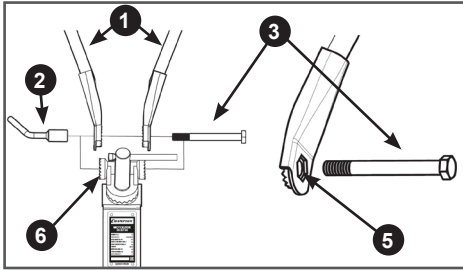

Рис. 10. Установка рабочих рукояток
8. Установите рабочие рукоятки. Для этого, установите рукоятки 1 на зубчатую стойку 4, совместите отверстия в рукоятках и стойке, вставьте в образовавшееся отверстие болт 3 и закрутите рычаг 2 регулировки рабочих рукояток по вертикали, не затягивая его (Рис. 10). Отрегулируйте положение рабочих рукояток по вертикали. Убедитесь, что головка болта 3 вошла в посадочное место 5 на рабочих рукоятках, после чего окончательно затяните рычаг 2 (Рис. 10).